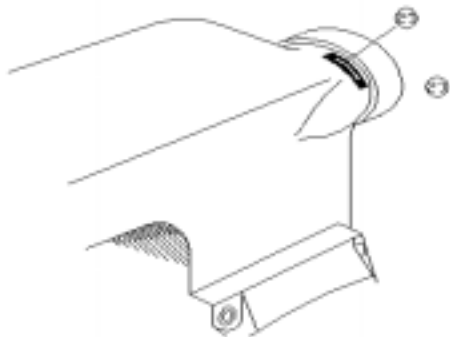

Fig. 10
hacer estos ajustes, es recomendado que que el barra de aguja es doblado ligeramente a la izquierda. Con el barra de aguja al L.D.C. (el centro muerto más bajo), Forre la muesca de referencia (31) sobre el brazo, cierre con llave la mano - rueda entonces/luego. Fig. 10.